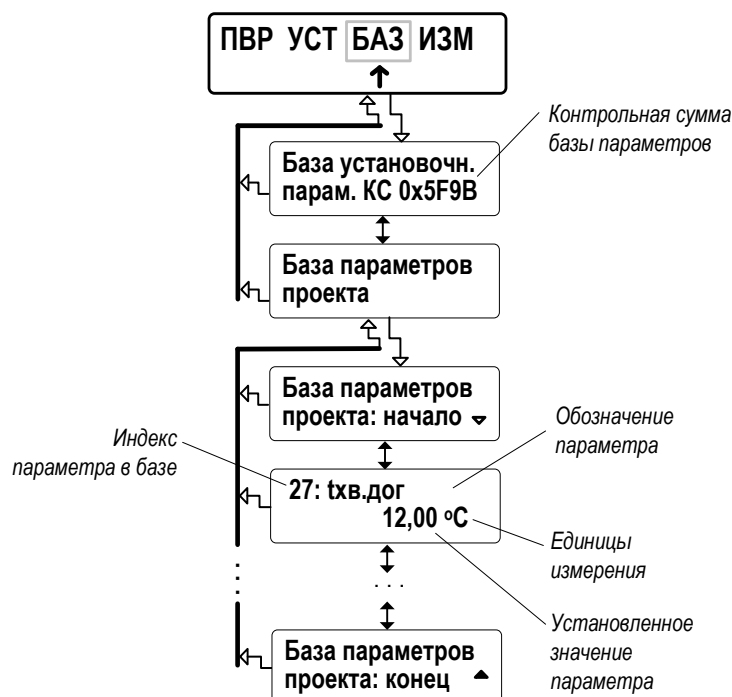

Рис.12. Вид окон индикации базы параметров.
4.4.1. Значения основных параметров, установленных в ТВ, отображаются в **Базе**. Структура **Базы** и вид окон индикации показаны на рис.12.